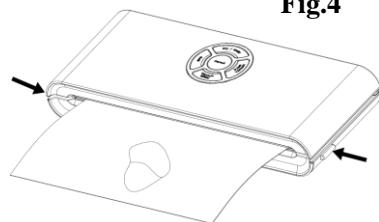

Fig.4
5. Trykk på knappen Seal for å starte forseglingen av posen – **Fig. 4**
7. Vakuumpakkingen er ferdig. Trykk på utløserknappene på begge sider av apparatet samtidig for å åpne dekselet og ta ut de forsegla posene – Fig. 4.